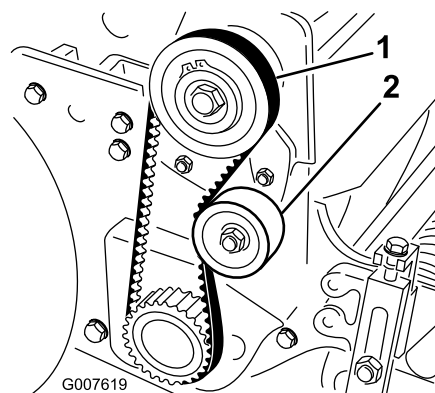

Figure 42
2. Contrôlez la tension en exerçant une force de 18 à 22 N sur le brin à mi-distance entre les poulies (Figure 42). La courroie doit présenter une flèche de 6 mm.
- A. Desserrez l'écrou de fixation de la poulie de tension et faites pivoter la poulie dans le sens horaire contre l'arrière de la courroie jusqu'à ce que vous obteniez la tension voulue (Figure 42).